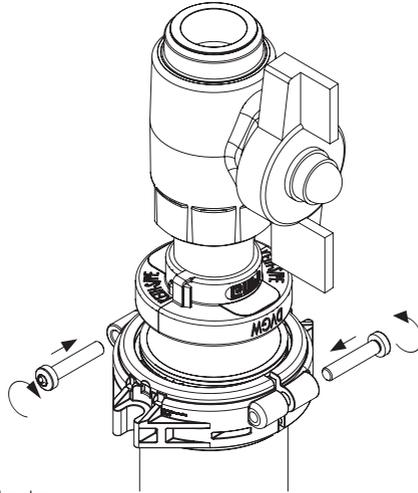

Abbildung 25.6: Klemmring verschrauben
- Nun den Klemmring mit den beiliegenden Schneidschrauben (6 mm) mit einem Steckschlüssel mit Innensechsrund TX 30 (Torx) verschrauben (s. Abbildung 25.6).